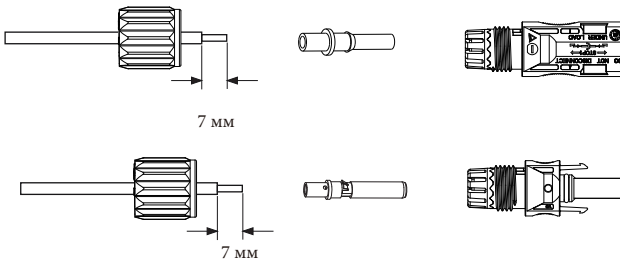

Рис. 5.3 Розбирання накидної гайки роз'єму
A) Зачистіть провід постійного струму приблизно на 7 мм, відкрутіть накидну гайку роз'єму (див. рис. 5.3).